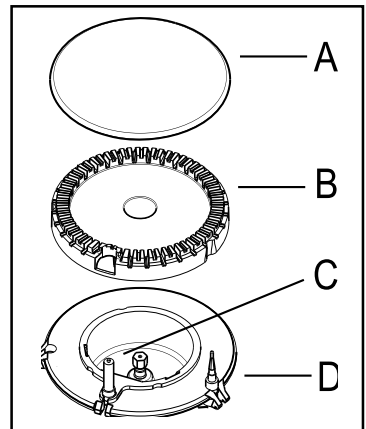

Fig. 1
2. Maintenez la commande enfoncée, pendant **5 secondes** environ après l'apparition de la flamme pour activer la sécurité thermocouple (Fig.1 - D).
que le chapeau (Fig.1-A) et la couronne (Fig.1-B) du brûleur soient placé correctement.
Ces appareils sont munis d'allumeurs électriques. L'allumage est assuré par une "bougie" en céramique avec une électrode métallique (Page 9 - Fig. 1- lettre C). Pour éviter les difficultés d'allumage, maintenir ces deux éléments en parfait état de propreté et veillez à ce que les orifice des brûleurs ne soient pas obstrués.